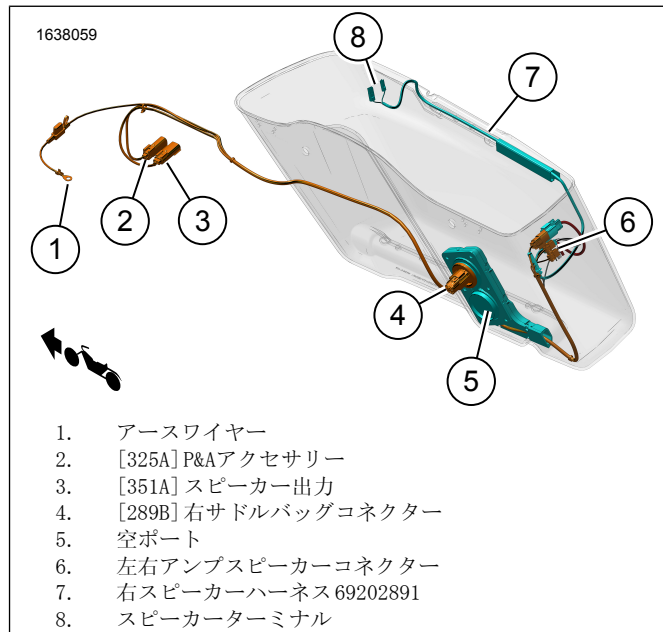

図5。右サドルバッグハーネスの取り回し
13. 図5右スピーカーハーネスを取り付けます。
- b. 図5ワイヤハーネス(7)を図の通りに配線します。